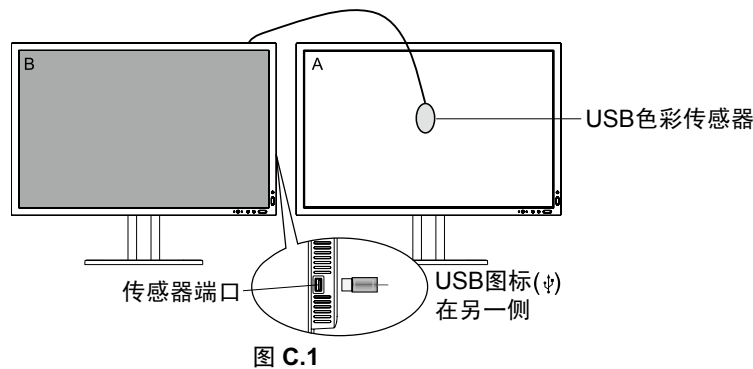

图 C.1
4. 该程序会请求将 USB 色彩传感器放置在显示面板的中心 ( 图 C.4 )。将显示面板后倾 5° 左右并将 USB 色彩传感器放置在显示面板的中心 ( 图 C.1 )。